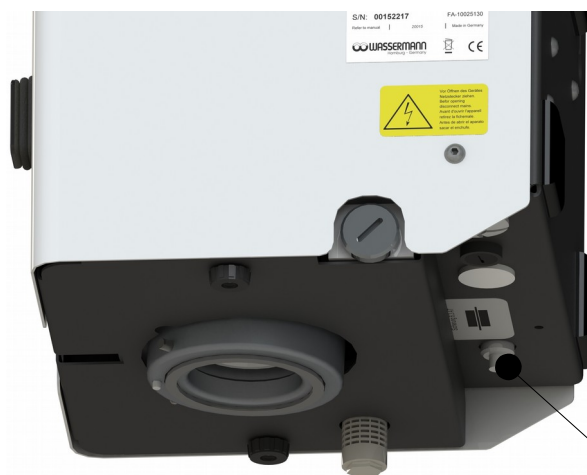

Bild 5
- Bei **Erstbenutzung** des Gerätes muss **eventuell** der voreingestellte Druck am Drosselventil (für Vakuumerzeuger) mittels Schraubendreher nachjustiert werden. Der empfohlene Eingangsdruck sollte mindestens 5 bar betragen. Das **Drosselventil** (*Bild 5*) befindet sich an der Geräteunterseite.